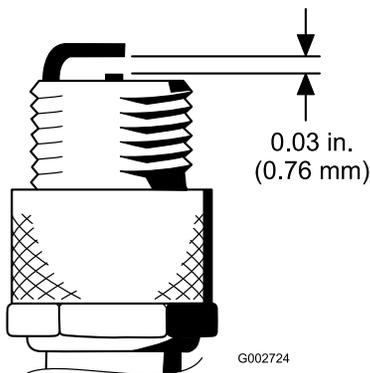

Рисунок 29
4. Установите воздушный зазор между центральным и боковым электродами на 0,76 мм, как показано на Рисунок 29.